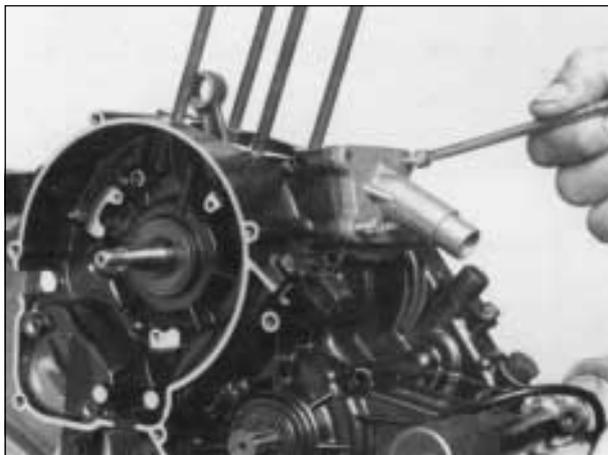

Fig. 19
19) TOGLIERE quindi i 2 anelli di fermo (Fig. 18), sfilare lo spinotto e, qualora si intenda utilizzare uno spinotto a 2 diametri, battere leggermente avendo cura di supportare contemporaneamente dalla parte opposta il pistone in modo da evitare danni alla biella. Togliere il collettore di aspirazione e il pacco lamellare (Fig. 19).
19) THEN removed the 2 circlips (Fig. 18), remove the piston pin, commonly found and if a 2 diameter pin is used, knock it gently taking care to apply a counterpressure on the opposite side of the piston to avoid damaging the connecting rod. Remove the suction manifold and the reed valve (Fig. 19).